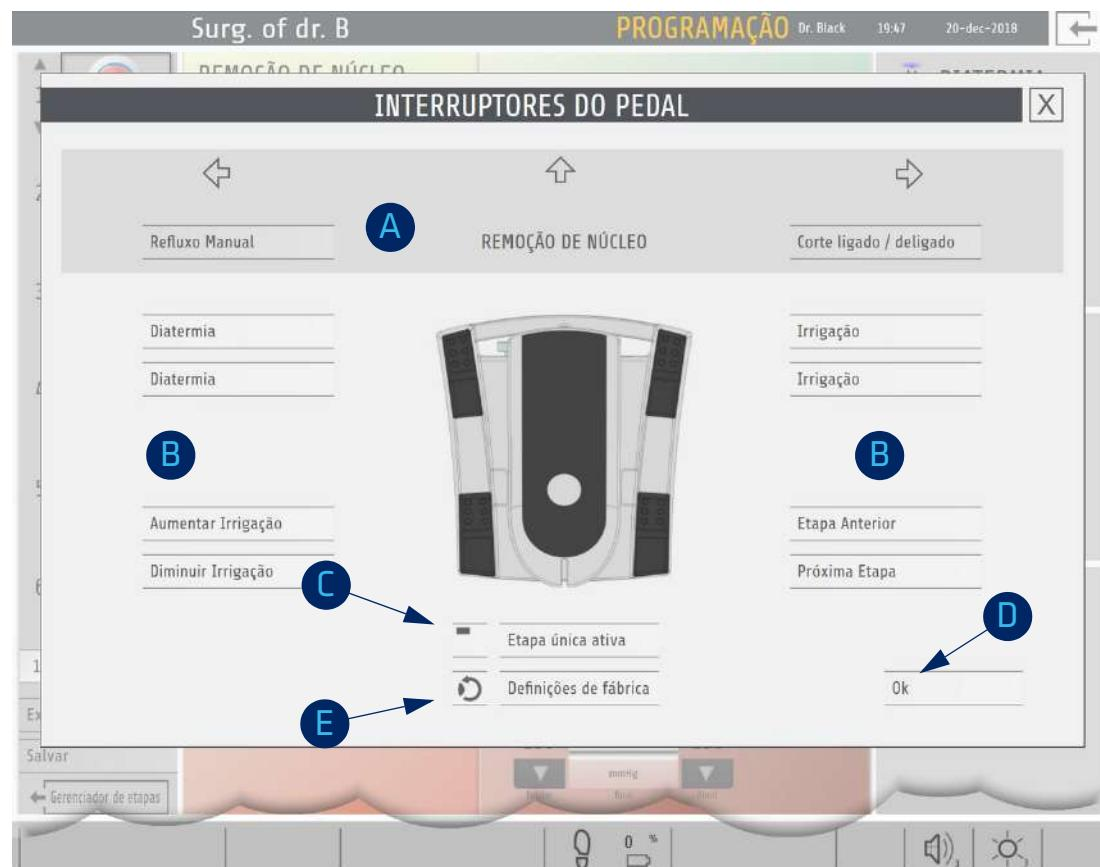

Fig. 197: Configurações dos interruptores de pedal
5. Abra a tela para configuração dos INTERRUPTORES DE PEDAL [G]. É exibida a seguinte tela (ver fig. 197, página 177).